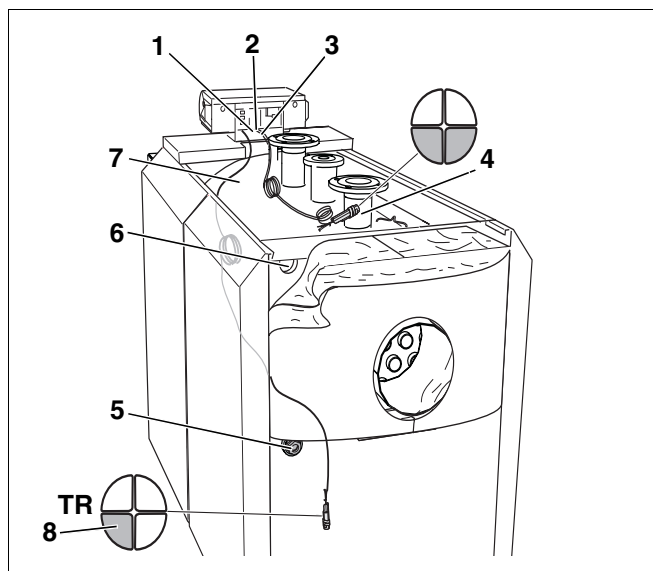

Рис. 30 Монтаж комплекта датчиков температуры на SE635
- Вставить датчик системы управления Logamatic и капиллярный датчик предохранительного ограничителя температуры (рис. 30, **поз. 3**) с 2 заглушками на четверть круга в точку замера на подающей линии котла (рис. 30, **поз. 4**).
- Проложить датчик температурного регулятора (рис. 30, **поз. 8**) сбоку по корпусу к точке замера на задней стенке (рис. 30, **поз. 5**). Здесь используйте 3 заглушки на четверть круга. Регулятор температуры обозначен как "TR".
- Лишний кабель, капиллярные трубки и провод датчика смотать и уложить на теплоизоляцию корпуса котла (рис. 30, **поз. 7**).
- Кабель горелки провести через кабельный ввод передней крышки котла (рис. 30, **поз. 2**).
- Вставить капиллярный датчик предохранительного ограничителя температуры (рис. 30, **поз. 1**), датчик температуры на системе управления и датчик дополнительного модуля ZM 427 с заглушкой на одну четверть в точку замера на подающей линии котла (рис. 30, **поз. 4**).
- Провести датчик регулятора температуры (рис. 30, **поз. 8**) в точку замера на задней стенке котла (рис. 30, **поз. 5**).